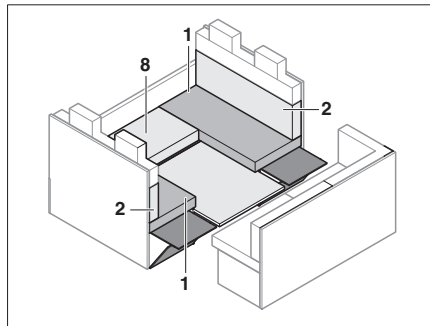

Bild 153 Während des Umbaus
- Sitzpolster (Bild 153,8) und den Unterbau entfernen.